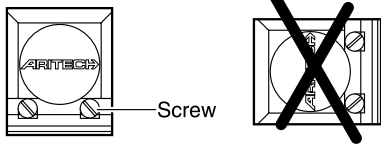

Fig. 1 Sensor
3. Oriënteer de sensormodule zodanig, dat het ARITECH-logo rechtop en in een leesbare positie komt (fig. 1).
5. Zorg ervoor dat de schroeven van de sensormodule (fig. 1) stevig vast zitten.